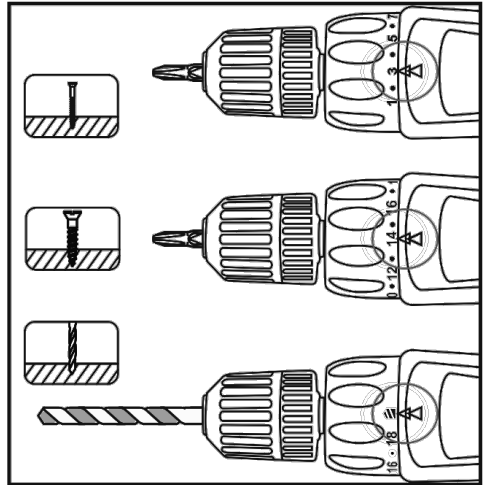

Рисунок 3
2.3.6 Для попереднього встановлення заданого моменту затягування при операціях загвинчування/вигвинчування гвинтів (саморізів) виріб забезпечений торсіонною муфтою. Задане значення виставляється за допомогою кільця регулятора моменту затягування (1) до необхідного значення через провертання кільця до фіксації його на необхідному значенні (див. рисунок 3). Перед вибором зусилля крутного моменту необхідно переконаватися, що вимикач (2) знаходиться у позиції «Вимк» і патрон не обертається.